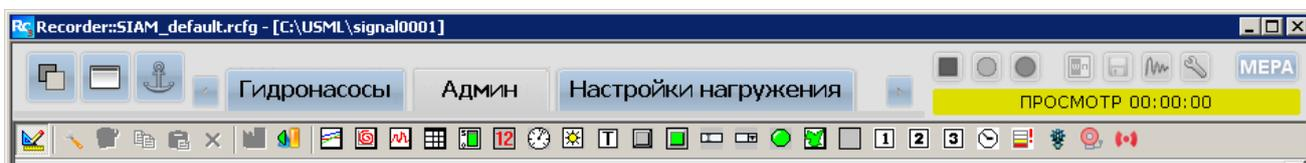

Рисунок 4.8 – Панель создания мнемосхемы
4.2.3 Для создания элементов мнемосхем используется панель мнемосхемы ПО Recorder, которая открывается и скрывается нажатием комбинации Ctrl клавиатуры и левой клавишей мыши на свободной области мнемосхемы – рисунок 4.8.